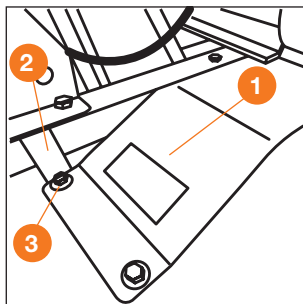

Рис. 6
- Установите крыло **1** на раму культиватора и кронштейн крепления крыла **2** (Рис. 6).